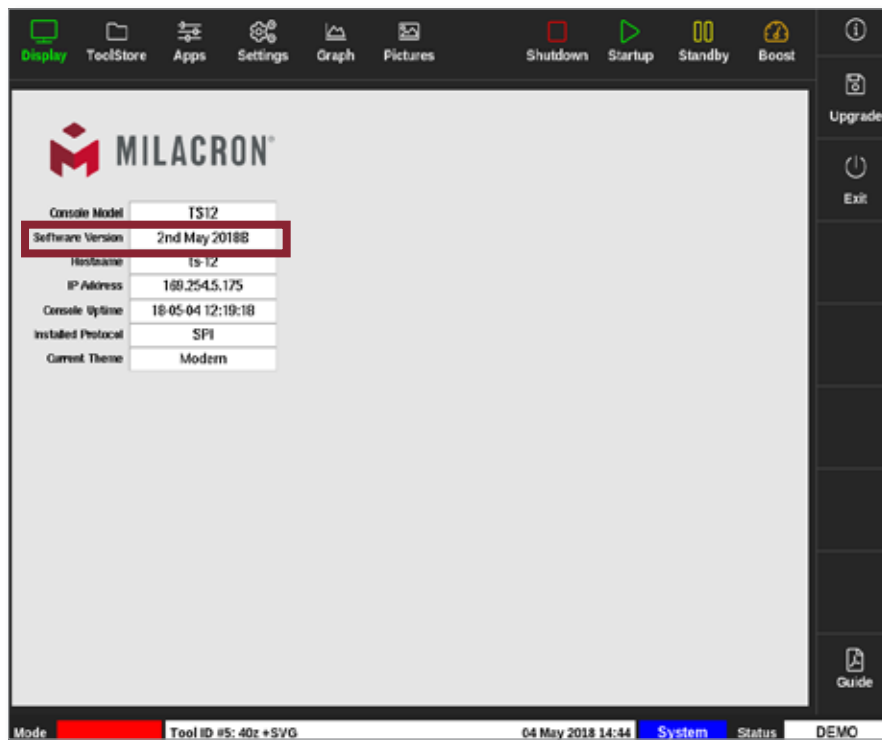

Figura 8-1 Controllo della versione del software
7. Controllare la schermata per verificare che sia stata installata la versione più recente. Vedere la Figura 8-1.